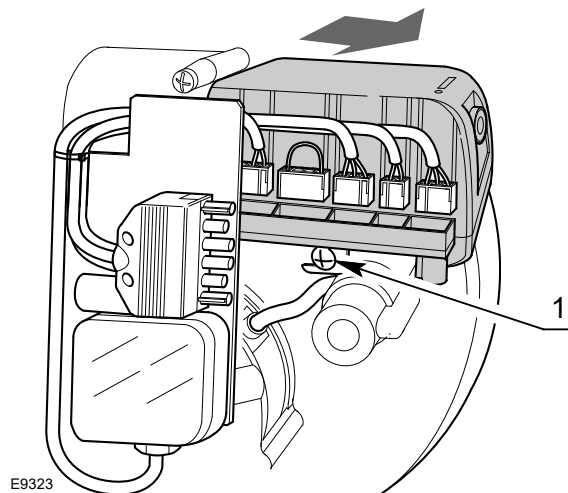

Abb. 16
- alle an ihm angeschlossenen Verbinder, den 6-poligen Stecker, die Hochspannungskabel und den Erdleiter (TB) abnehmen;
- die Schraube 1)(Abb. 16) abschrauben und das Steuergerät in Pfeilrichtung ziehen.
- die Schraube 1)(Abb. 16) mit einem Anzugsmoment von 1 ÷ 1,2 Nm anschrauben;